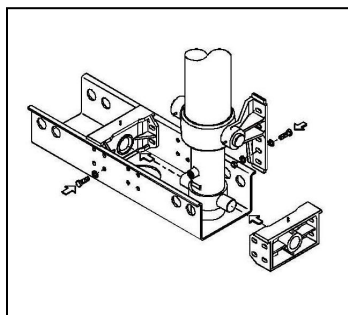

图 6 Рисунок 6
- 将一个底盘支架装到油缸支撑梁上并拧紧有关螺栓、自锁螺母及垫圈，（详见零件技术参数表），底盘支架位置与方向详见图 6。
- Прикрепите кронштейн картера к опорной балке цилиндра и затяните соответствующие болты, самоконтрящиеся гайки и шайбы (см. таблицу технических параметров деталей), см. рис. 6 для получения подробной информации о положении и ориентации кронштейна картера.
- 将油缸耳轴安装到已装好的底盘支架上（见图 6），确保进油口朝向正确的方向，以便连接液压系统。
- 将另一个底盘支架安装到油缸支撑梁上，并且调整油缸位置，确保在底盘中轴线上（见图 6）
- Установите цапфу цилиндра на установленную опорную балку шасси (см. рис. 6), убедившись, что входное отверстие для масла направлено в нужную сторону для подключения к гидравлической системе.
- Установите другой кронштейн поддона на опорную балку цилиндра и отрегулируйте положение цилиндра так, чтобы он находился на центральной оси шасси (см. рис. 6).